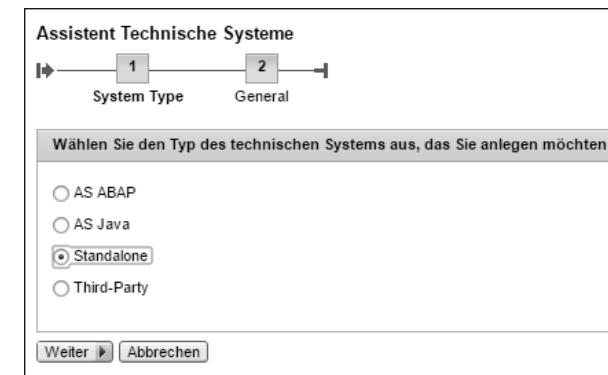

Abbildung 4.20 Auswahl des technischen Systems »Standalone«
2. Wählen Sie aus der Auswahl der anzulegenden Systemtypen die Option **Standalone** aus, und klicken Sie auf **Weiter** (siehe Abbildung 4.20).